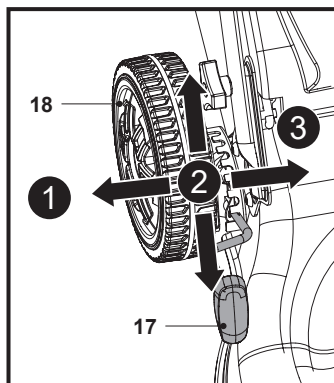

Fig. 13
1. Trage maneta pentru reglarea înălțimii de tăiere (17) către roata din spate (18) (Fig. 13, pasul 1) și ține-o în această poziție.
2. Mișcă maneta pentru reglarea înălțimii de tăiere (17) înainte sau înapoi până la înălțimea dorită (Fig. 13, pasul 2).
3. Eliberează maneta (17) și asigură-te că se cuplează corect în locul dorit (Fig. 13, pasul 3).